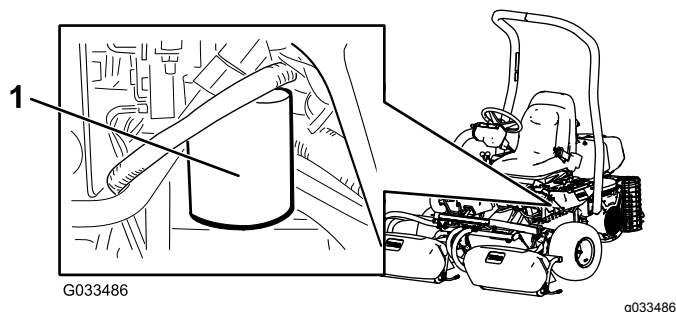

图52
1. 清洁左过滤器安装区周围的区域图52。在过滤器下面放置一个放油盘并拆下过滤器。